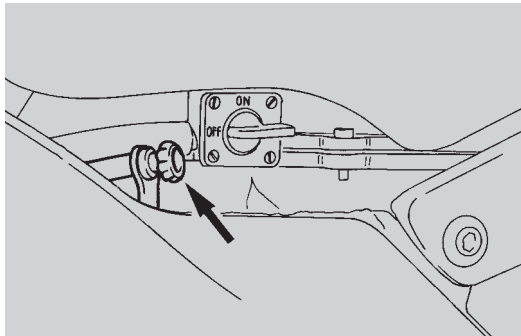

Abb. 50
- die Einstellsschraube (Abb. 50), die sich unter dem Kraftstofftank, auf der linken Seite des Fahrzeuges befindet, einstellen; wenn man sie nach rechts dreht, steigt die Drehzahl an, wenn man sie gegen den Uhrzeigersinn dreht senkt sich die Drehzahl ab.